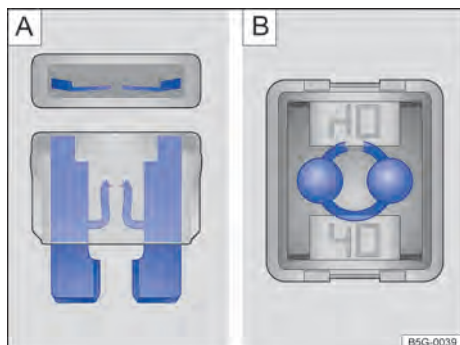

Fig. 145
- Un *fusible plano* (ATO®, MINI®) averiado es reconocido desde arriba o desde el costado por la carcasa transparente en las bandas metálicas derretidas → fig. 145 [A].
- Un *fusible de bloqueo* (JCASE®) averiado es reconocido por las bandas metálicas por encima de la carcasa transparente → fig. 145 [B].